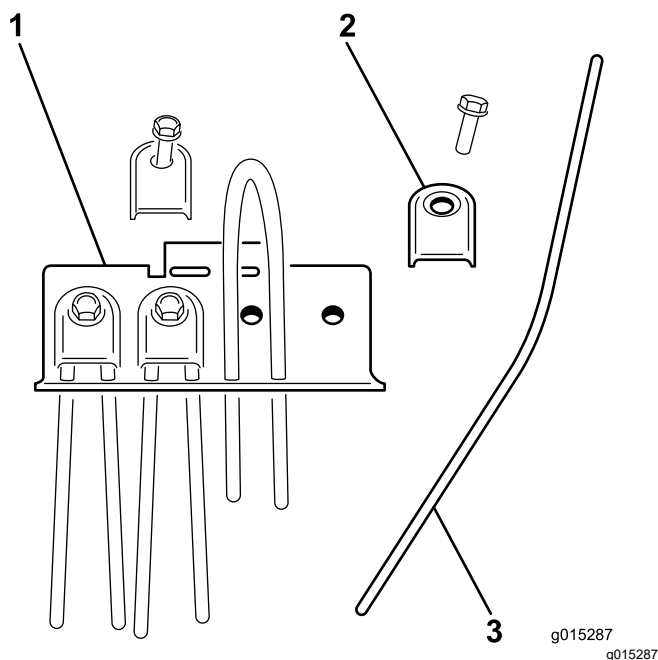

Figura 28
2. Retire el retenedor del taladro y deslice el taladro dañado para sacarlo (Figura 28).